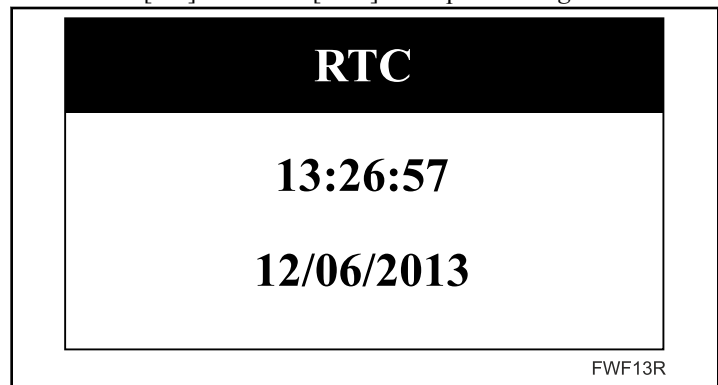

Figure 12
- Pour revenir au menu, appuyer sur n'importe laquelle des touches qui suivent : **FUNCTION** [fonction], **UP** [haut], **DOWN** [bas] ou **STOP** [arrêt]. Se reporter à *Figure 12*.